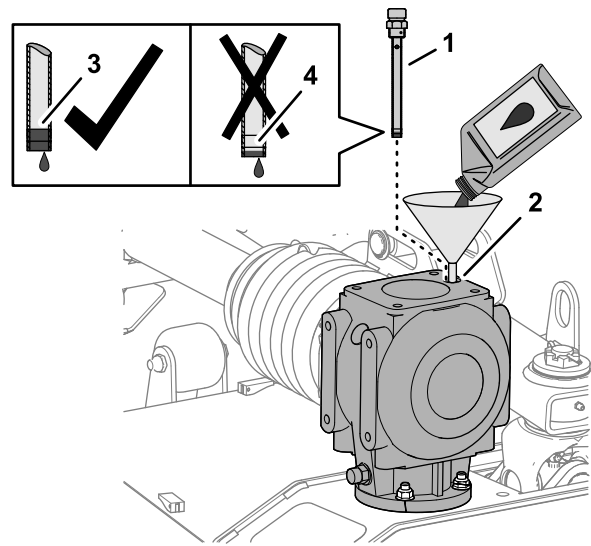

Figura 63
1. Aggiungete 1,06 litri di lubrificante per ingranaggi specificato nella scatola ingranaggi, attraverso il foro dell'asta di livello (Figura 63).
2. Avvitare l'asta di livello nel foro, togliete l'asta di livello e controllate il livello del lubrificante (Figura 63).
4. Avvitare l'asta di livello nel foro di riempimento e serrate l'asta di livello (Figura 63).